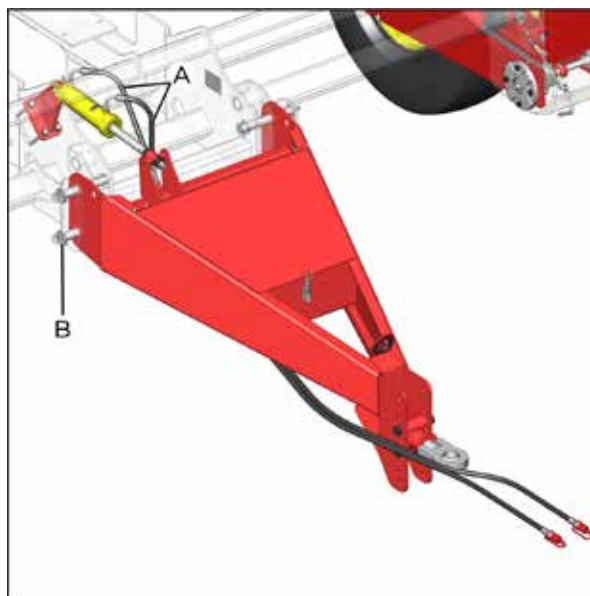

fig. 37
- 1- Conecte as mangueiras hidráulicas (A) (fig. 37) no sistema hidráulico do trator;
- 2- Retirar os pinos inferiores (B) ;